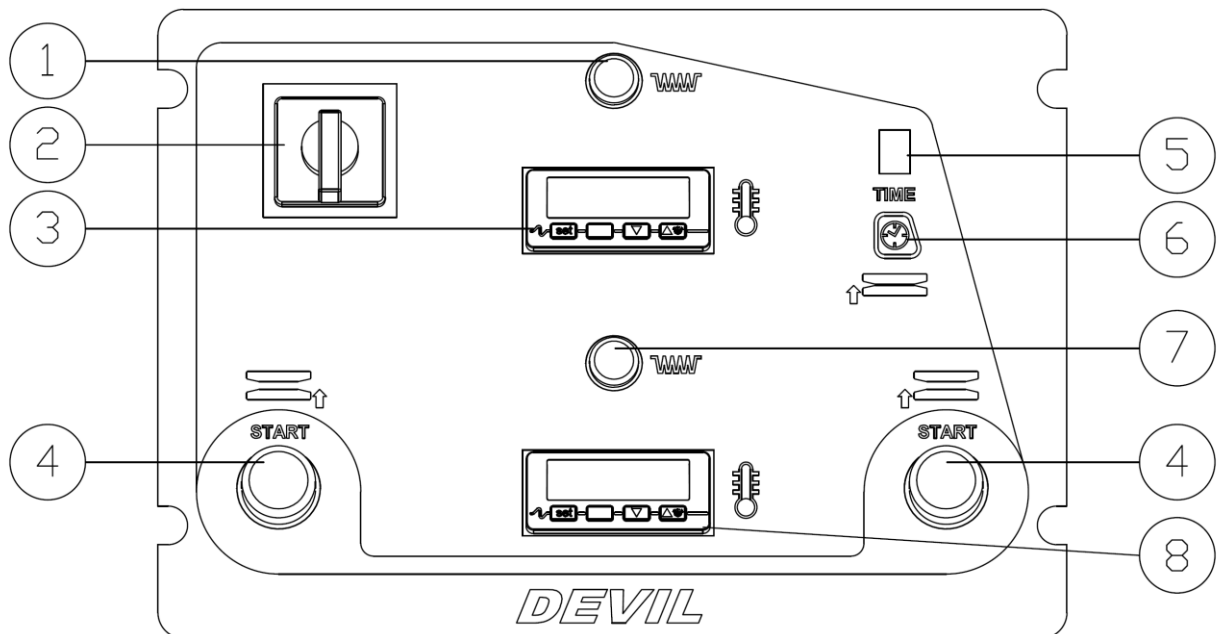
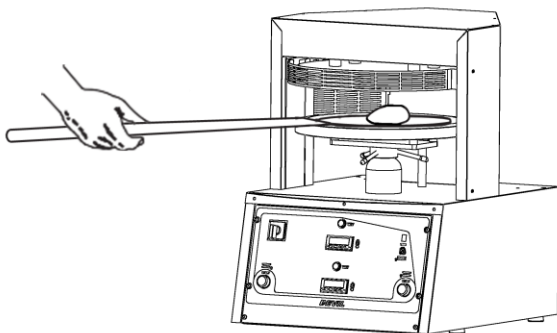
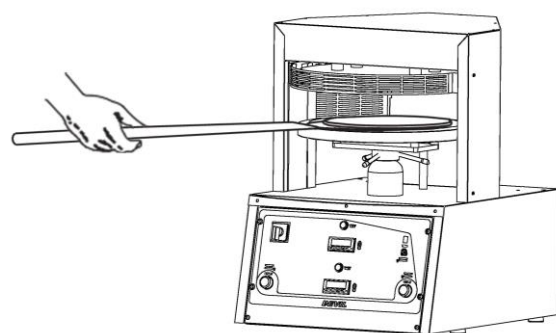

Fig. 5.2. Pannello comandi
Fig. 5.3.
Fig. 5.4.
Ruotare la manopola dell'interruttore B (Fig.5.2) in posizione 1, la macchina rimane in attesa. Programmare il temporizzatore F a 10 secondi, regolare i termostati C-H (Fig.5.2) a 150° C. I segnalatori A-E-G risulteranno illuminati.
1. Spegnerne la macchina, ruotando la manopola dell'interruttore (Fig.5.2 Pos. 2) in posizione 0.
Ruotare la manopola dell'interruttore (Fig.5.2 Pos. 2) in posizione 0, la macchina si arresta e i segnalatori si spengono. Accendere la macchina, dopo circa 15 minuti eseguire alcuni avviamenti a vuoto e verificare che sia il riscaldamento del disco che la funzionalità in generale siano regolari.
Dopo aver acceso la macchina programmare il temporizzatore (Fig. 5.2 pos. 6) da 1 a 10 secondi, regolare i termostati (Fig. 5.2 pos. 3 e 8) su valori compresi tra  $+150^{\circ}$  e  $+160^{\circ}$  C. Simultaneamente vengono attivate le resistenze elettriche dislocate all'interno dei dischi, le quali per effetto termico iniziano la fase di riscaldamento degli stessi le cui temperature vengono mantenute costanti sui valori prefissati dai termostati, i quali determinano ad ogni intervento di regolazione della temperatura l'accensione e lo spegnimento dei segnalatori (Fig. 5.2 pos. 1 e 7).
Raggiunta la stabilizzazione termica dei dischi (il cui tempo di attesa varia in relazione al valore di temperatura selezionato), si può dare inizio alla fase operativa. Con l'ausilio di una paletta idonea (Fig. 5.3) e leggermente infarinata, prelevare una pallina di pasta precedentemente lievitata (almeno 4-6 ore) e depositarla al centro del disco inferiore. Premere i pulsanti di avviamento (Fig. 5.2 pos. 4) per avviare il ciclo di salita e discesa del disco inferiore.
La durata della compressione dei dischi necessaria per la formatura della pasta viene regolata dal temporizzatore (Fig. 5.2 pos. 6) in relazione al valore precedentemente selezionato. Durante la sosta il segnalatore (Fig. 5.2 pos. 5) si illumina. Terminata la compressione il disco inferiore scende fino alla posizione iniziale di riposo. A conclusione del ciclo la pasta avrà assunto una forma piatta e circolare, pronta per essere prelevata con l'apposita paletta (Fig. 5.4).
Ruotare l'interruttore generale (Fig. 5.2 pos. 2) in posizione 0 a conclusione della fase operativa. Alla fine di ogni utilizzo procedere alla pulizia secondo le modalità riportate al capitolo 7.
Per ottimizzare la formatura della pasta e l'effetto antiaderente dei dischi, è indispensabile che la temperatura di questi ultimi venga mantenuta costante su valori di 150-160°C (il tempo necessario per la stabilizzazione è di circa 15 minuti dall'accensione). Tale funzione viene assolta dai termostati (Fig.5.2 Pos. 3 e 8).
Premere pulsante di regolazione sosta (Fig.5.2 Pos. 6).